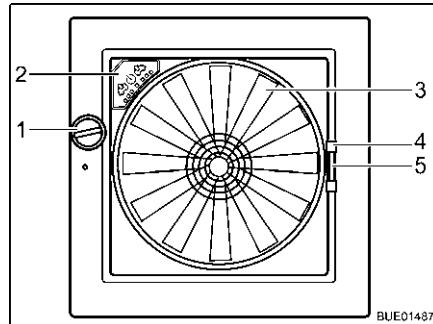

Bild 116 Taklucka Omni-Vent
**Öppna:** ■ Vrid på vredet (Bild 116,1) tills önskad öppningsvinkel har nåtts.
**Stänga:** ■ Vrid på vredet (Bild 116,1) tills takluckan är helt stängd.
**Stänga:** ■ Dra insektsskyddet i handtaget (Bild 116,4) till motstående ramsida.
**Stänga:** ■ Tryck ihop mörklägningsgardinens handtag (Bild 116,5).
**Fläkt** När takluckan är öppen kan kupén vädras med fläkten (Bild 116,3) i sex nivåer. Fläkten regleras via reglagen (Bild 116,2).